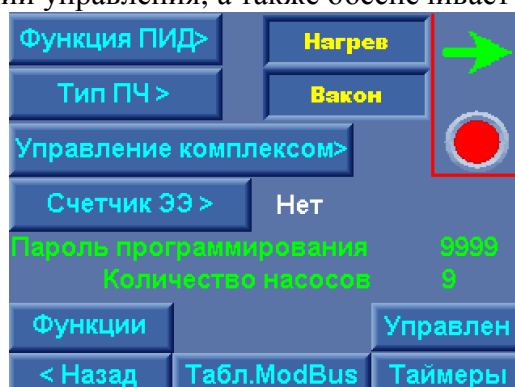
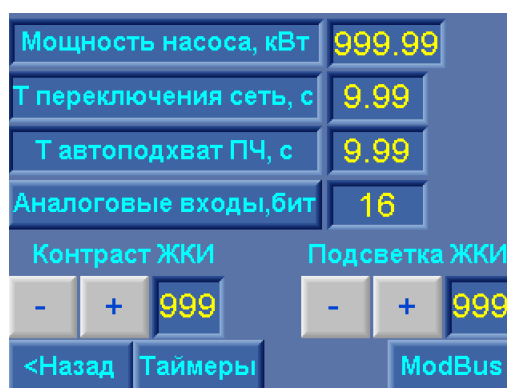
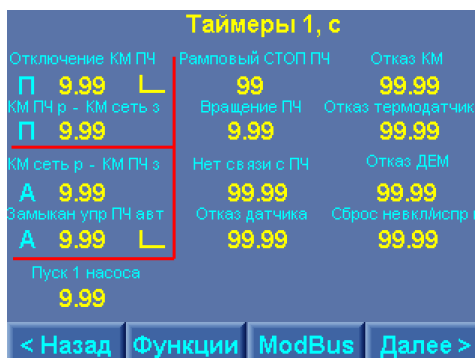
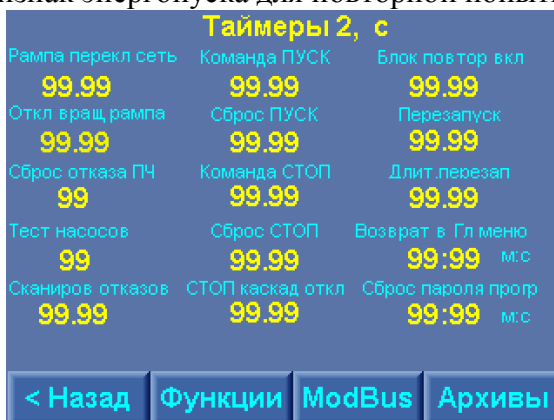

Рис. 1.1П. Главное меню наладки
Рис. 2.1П. Меню Функции
Рис. 3.1П. Меню Таймеры 1
Рис. 4.1П. Меню Таймеры 2
Возврат в Главное меню (рис. 1.1) из меню Сокращенная настройка – нажатием клавиши «ESC» БУК.
Для изменения максимального количества насосов, разрешенных для работы, необходимо последовательно нажимать клавишу «▼» («F2») Главного меню БУК (рис. 1.1).
- с помощью переключателей насосов: при выключенном режиме работы и останове всех насосов выключить и затем включить переключатель режимов работы выбранного насоса. На экране **Главного меню** (рис.1.1) после индекса «1Н» будет индцироваться цифра, соответствующая порядковому номеру выбранного насоса;
Перед включение комплекса в работу необходимо установить заданное значения уставки. Для этого в Главном меню нажатием клавиш «+» / «-» меню установить требуемое значение Pз - заданного давления. Значение заданного давления в числовом виде будет индцироваться перед значением Pз, а также в графическом виде на верхней горизонтальной шкале (рис. 1.1).
При работе по графикам давлений после установка режима «Графики» на экране Главного меню появляется индикация «Поиск». Система регулирования производит поиск уставки, соответствующей текущему времени включения режима. При работе по графикам давления система автоматически вводит запрограммированные в графики значения давления. Для изменения введенной уставки необходимо с помощью клавиш «+» / «-» изменить это значение. На экране Главного меню (рис. 1.1) появляется клавиша «Ввод в график». При нажатии клавиши измененное значение уставки будет автоматически записано в график для текущего интервала времени. Таким образом, может быть произведено изменение запрограммированного графика.
Доступ к программированию данной группы параметров производится из меню наладки. Доступ к меню осуществляется из Меню перехода (рис. 1.2) нажатием клавиши «Наладчик». После ввода пароля 2-го уровня доступа производится переход к Главному меню наладки (рис. 1.1П).
- изображение красного индикатора – управление комплексом заблокировано из меню Функции (рис. 2.1П). При блокировке управления появляется красный индикатор. В строке состояний Главного меню индицируется «Блокировка».
- Отключение КМ ПЧ – время между отключением цепи управления ПЧ и отпуском КМ ПЧ. Время программируется прямой записью через меню ввода параметра (рис. 4.1) - T1;
При вводе мощности насоса в меню Функции (рис. 2.1П) в меню Таймеры 1 изменится значение T2:  $T2 = (T_{п} f(P \text{ насоса}) - T1)$ . Время T1 при вводе мощности не рассчитывается, является постоянной введенной величиной (выделено символом). Рекомендуемое значение – 0,02 секунды.
При изменении параметра T отключения КМ ПЧ изменится общее время переключения насоса к сети в меню Функции (рис. 2.1П).
Значения таймеров T КМ ПЧ p – КМ сеть z, (T3), T замыкания цепи управления ПЧ (T4) могут вводиться прямой записью. При этом изменится значение времени T автоподхват в меню Функции (рис. 2.1п).
- Возврат в Главное меню – таймер перехода в Главное меню при нахождении в любом другом меню, кроме меню Управления насосами (рис. 3.1), меню Рампы (рис. 3.2), меню Тренды (рис. 2.6);
При нажатии клавиши «<Назад» меню – возврат в меню Таймеры 2, наладка (рис. 4.1П), при нажатии клавиши «Функции» - переход к меню Функции (рис. 2.1П); при нажатии клавиши «ModBus» - переход к меню «ModBus» (рис. 6.1П).
При нажатии клавиши «< **Назад**» производится выход в Главное меню наладки (рис. 1.1П), при нажатии клавиши «**Функции**» - переход в меню Функции (рис. 2.1П), При нажатии клавиши «**Таймеры**» - переход в меню Таймеры 1 (рис. 3.1П).